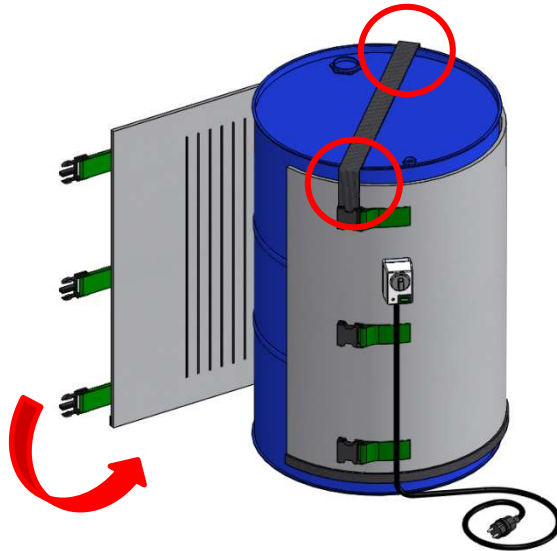
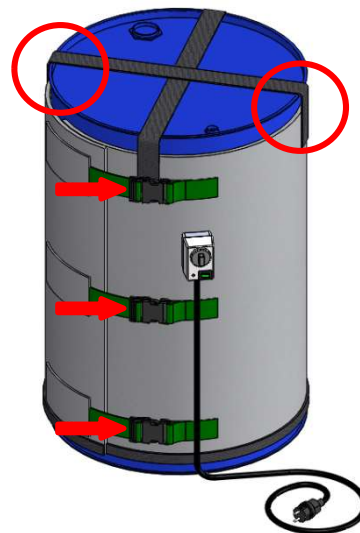

Abbildung 1.3
Abbildung 1.4
6.1 Montage (Abbildung 1.3 und 1.4)
Legen Sie den Fassheizer um das Fass und befestigen Sie ihn mit einem Befestigungsband an den Klettflecken, um zu verhindern, dass er abrutscht (Abbildung 1.3). Richten Sie ihn aus und befestigen Sie nun das zweite Befestigungsband. Schließen Sie die Schnappverschlüsse und ziehen Sie die Zuggurte gleichmäßig fest (Abbildung 1.4).